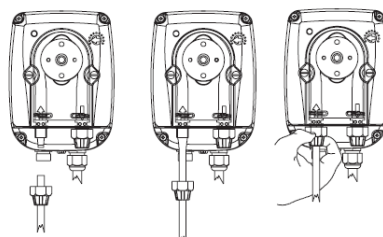

Рис. 6
- 4) Натянуть шланги на соединители, проталкивая их в требуемое установочное положение, а затем закрепить их соответствующими трубными гайками(Рис. 6).